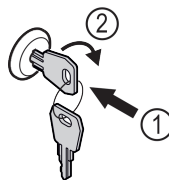

Fig. 57
- ▶ Iespiediet atslēgu Fig. 57 (1).
- ▶ Grieziet atslēgu par 90° pulksteņrādītāja virzienā Fig. 57 (2).